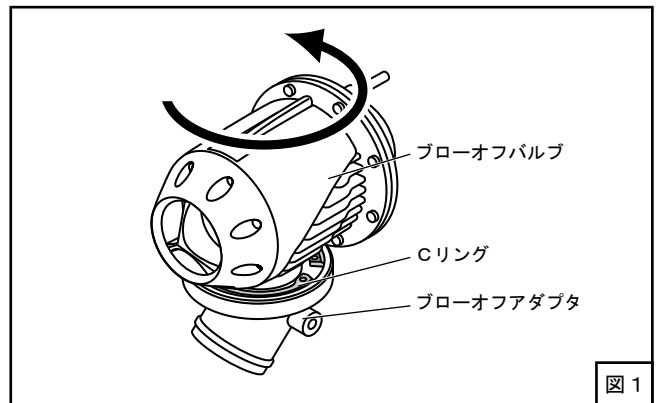

図1
1. ブローオフアセンブリのCリングをゆるめ、ブローオフアダプタとブローオフバルブの取付け角度を180°回転させてください。(図1、図4)